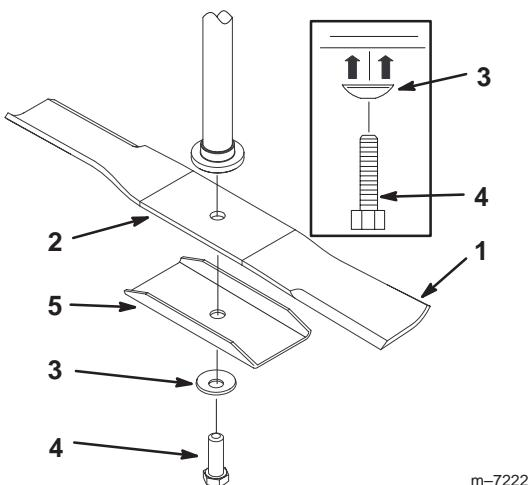

Figure 35
Tenez la lame à son extrémité avec un chiffon ou un gant épais. Enlevez le boulon, la rondelle bombée, le renfort et la lame de l'axe (Fig. 35).
2. Vérifiez l'équilibre de la lame en la plaçant sur un équilibrEUR (Fig. 37). Si la lame reste horizontale, elle est équilibrée et peut être utilisée. Si la lame est déséquilibrée, limez un peu l'extrémité de la partie incurvée seulement (Fig. 35). Répétez la procédure jusqu'à ce que la lame soit équilibrée.
1. Placez la lame sur l'axe avec le renfort de lame (Fig. 35).
2. Montez la rondelle bombée (face concave vers la lame) et le boulon de lame (Fig. 35). Serrez le boulon de lame à 47–88 Nm (35–65 pieds-livre)